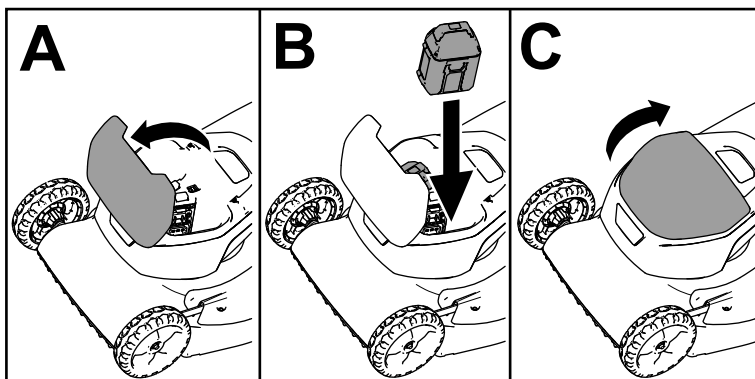

Figura 15
3. Sollevate il coperchio del vano batteria (A della **Figura 15**).
4. Allineate la cavità nei pacchi batteria con le linguette sulla macchina e fate scorrere i pacchi batteria nel vano fino a quando non si bloccano in posizione (B della **Figura 15**).
5. Chiudete il coperchio del vano batteria (C della **Figura 15**).